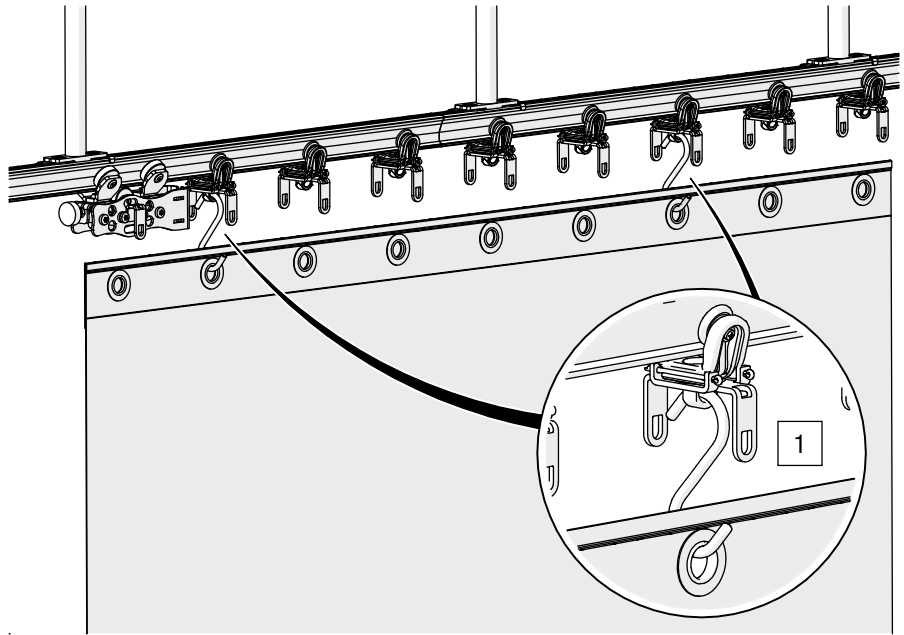

Abb. 103: Innenlagen – Mit Montagmaterial vorpositionieren (beispielhaft S-Haken)
1. Hängen Sie die Innenlagen an jedem fünften G-TRACK OFFICE 2-Rad-Vorhang-Laufwagen zur Vorpositionierung mit geeignetem Montagematerial (z. B. S-Haken) auf (siehe Abb. 103).